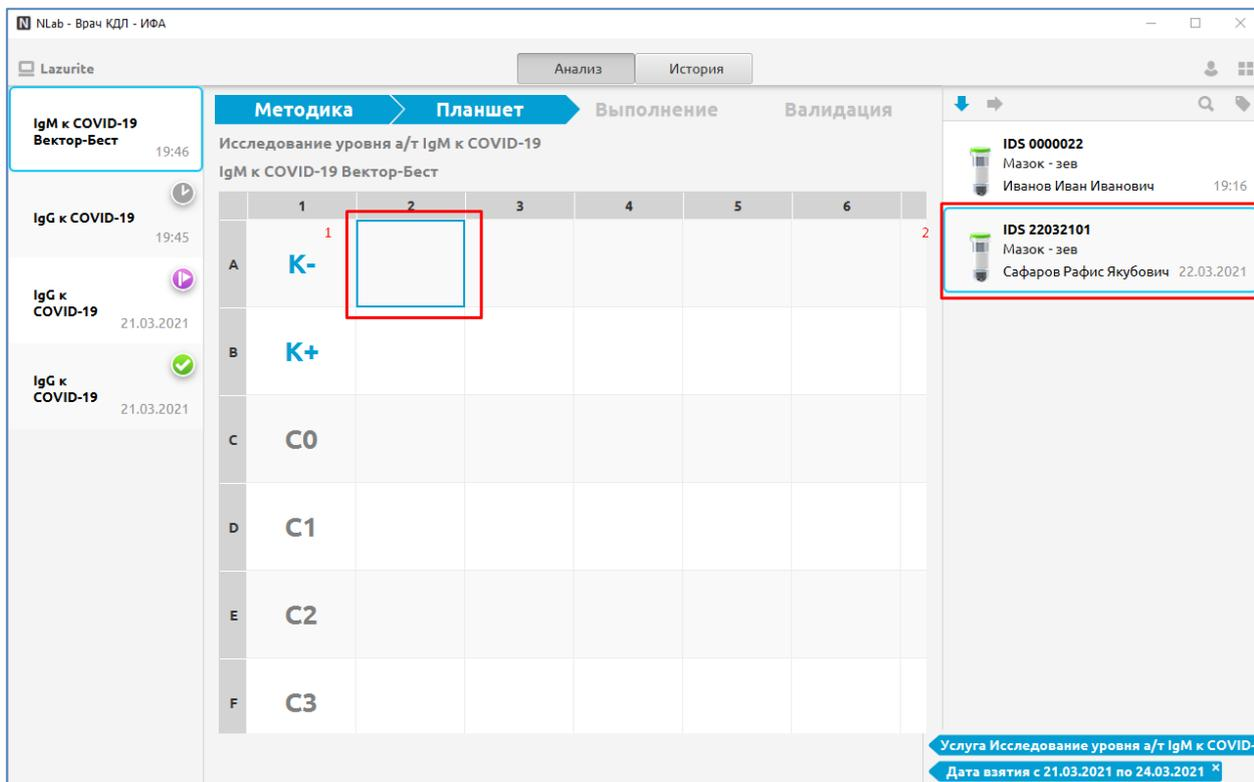
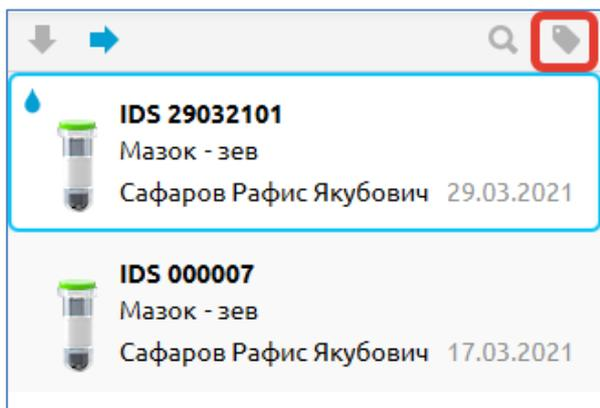

Рис. 87
Рис. 97
В правой части окна отобразится список проб, доступных для постановки по выбранной услуге (Рис. 87). Одновременно в правом нижнем углу экрана будут показаны синие надписи с названиями критериев фильтрации, которые устанавливаются автоматически и соответствуют параметрам доступных проб. Подробнее об установке фильтров – см. п. 10.2.4.
4. Одинарным щелчком левой кнопки мыши по пустой ячейке планшета (№1 на Рис. 87) установите курсор начала раскладки проб в планшете. Затем в списке проб двойным кликом нажмите на плашке пробы (№2 на Рис. 87) для того, чтобы разместить пробу в первую доступную ячейку на планшете.
В правой части окна над списком проб расположена кнопка  для вызова панели фильтров (Рис. 97). Исходные фильтры устанавливаются автоматически при создании нового планшета и нажатии надписи «Показать пробы для постановки» и соответствуют параметрам доступных проб (Рис. 87). Одновременно в правом нижнем углу экрана отображаются синие надписи с названиями примененных фильтров.